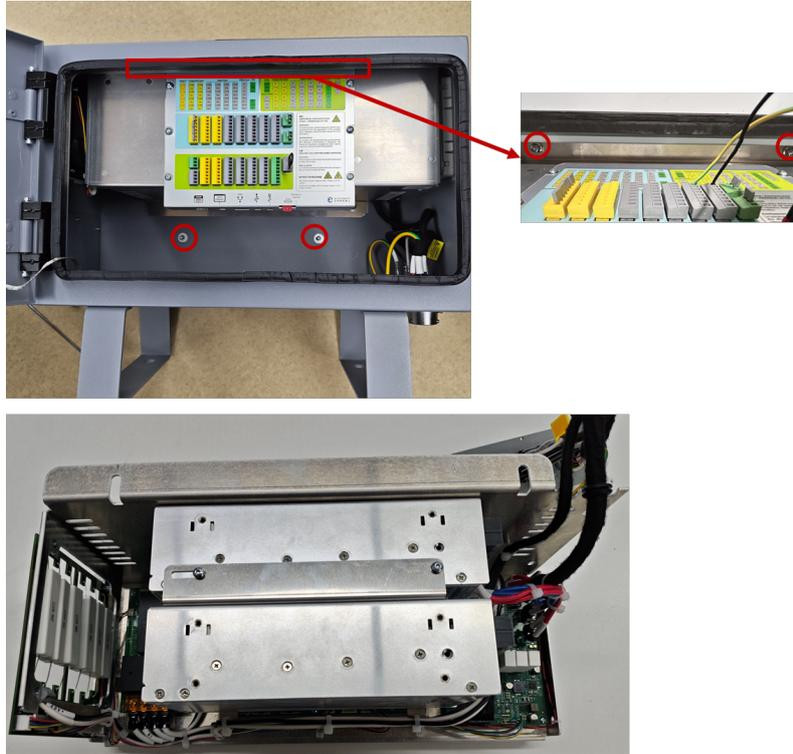

图 3-29: 取出安装模块
1. 将控制柜平躺，松开安装钣金模块的 4 颗螺母，断开风扇连接线，断开示教器线缆，取出安装模块并将其至于箱体支架上，如图 3-29 所示；